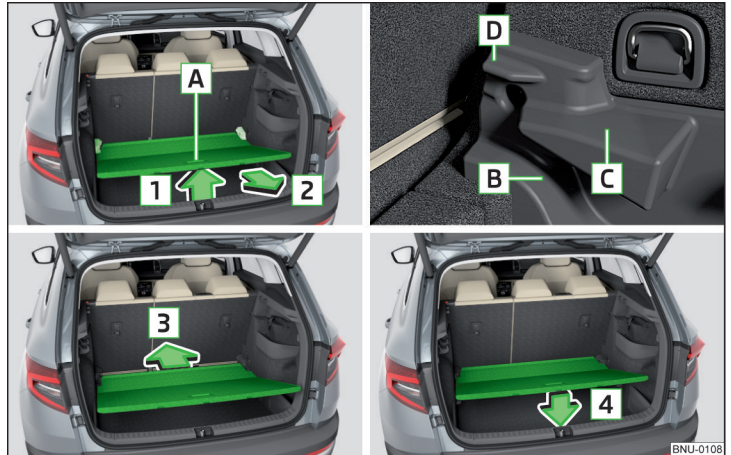

Abb. 155 Variablen Ladeboden einstellen
- Den variablen Ladeboden am Griff **A** in Pfeilrichtung **1** anheben und teilweise in Pfeilrichtung **2** verschieben » Abb. 155.